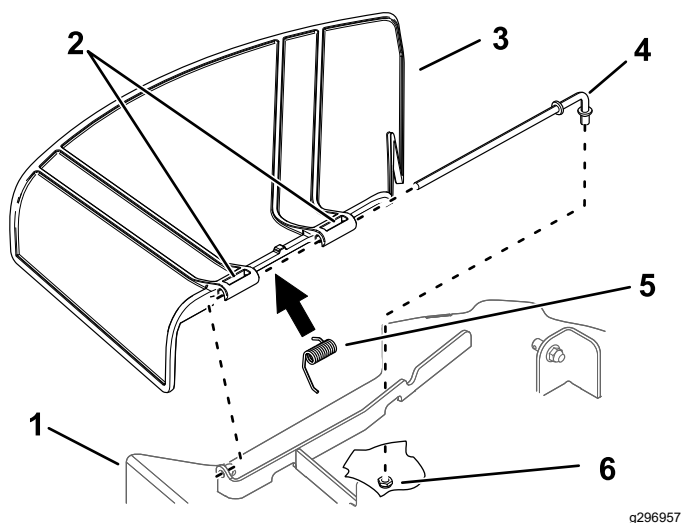

Figure 68
1. Retirez l'écrou ($\frac{3}{8}$ po) de la tige, sous le tablier de coupe (Figure 68).
- Sortez la tige du support du tablier, du ressort et du déflecteur d'herbe (Figure 68).
- Montez le nouveau déflecteur d'herbe (Figure 68).
- Insérez la tige dans le second pivot du déflecteur d'herbe (Figure 68).
- Fixez l'extrémité arrière de la tige dans le tablier de coupe à l'aide d'un écrou ($\frac{3}{8}$ po), comme montré à la Figure 68.